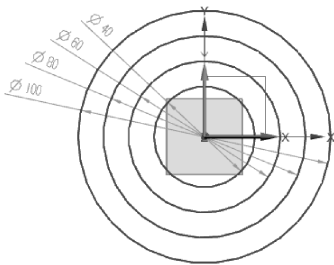

图 5-102 绘制同心圆草图
- 02 单击【草图】按钮，然后选择 XC-YC 基准平面作为草图平面，绘制如图 5-102 所示的同心圆草图。